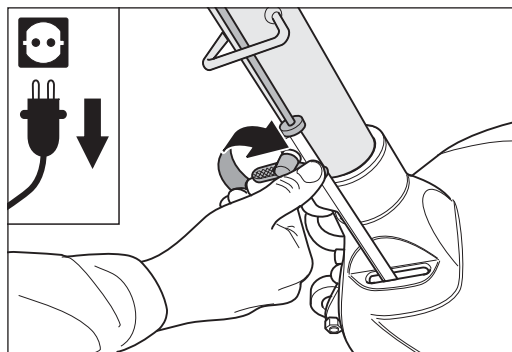
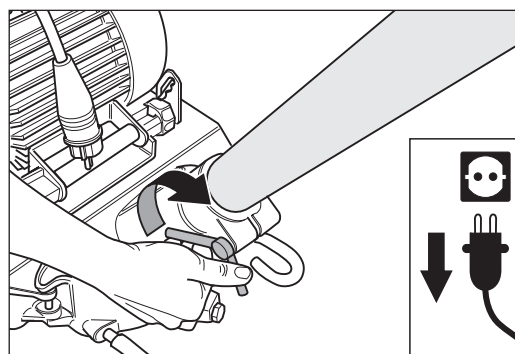

Abb. 50 Nach dem Einbau des Führungsrohrs die Flügelschraube am Gestängeunterteil sorgfältig festziehen.
Abb. 51 Nach dem Einbau des Führungsrohrs die Flügelmutter am Motorlagerbock sorgfältig festziehen.
- 3 Ziehen Sie die Flügelschraube am Gestängeunterteil (Abb. 50) und die Flügelmutter am Maschinengehäuse (Abb. 51) sorgfältig fest.